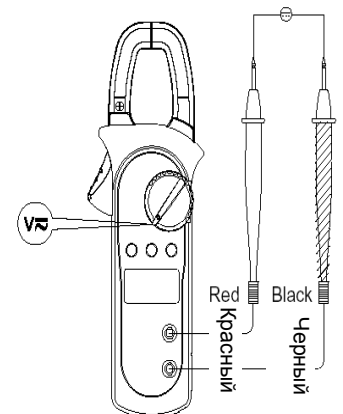

Рисунок 3
A. Измерение постоянного и переменного напряжения (см. рисунок 3)